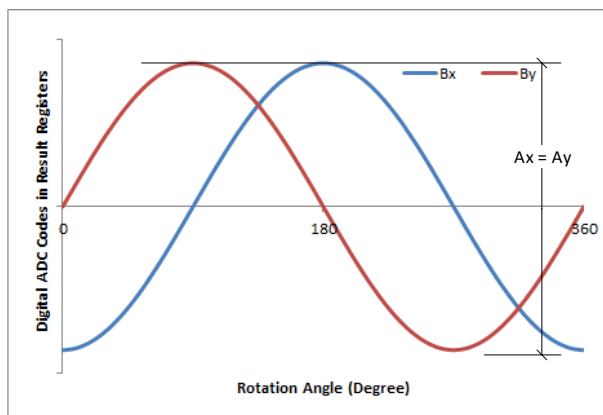
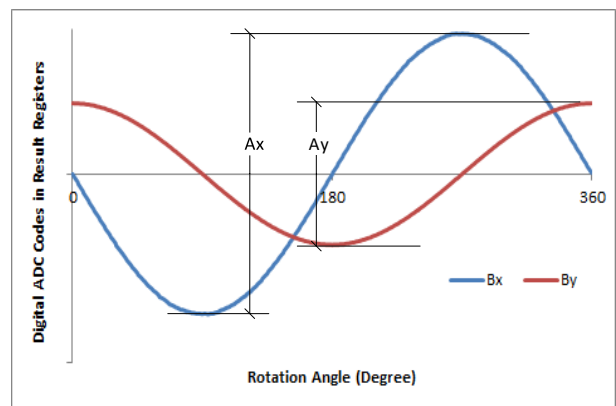

图 8-6. 进行同轴测量时 360 度全方位旋转的 X 和 Y 传感器数据
图 8-7. 进行离轴测量时 360 度全方位旋转的 X 和 Y 传感器数据
3. 测量每个轴 (A_x 和 A_y) 的最大峰峰值 ADC 代码增量，如图 8-6 或图 8-7 所示。